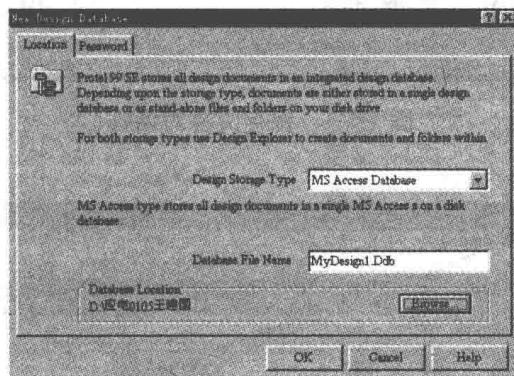

图 1-5-5 存储对话框图
② 点击 file/new,调出存储对话框图,如图 1-5-5 所示。